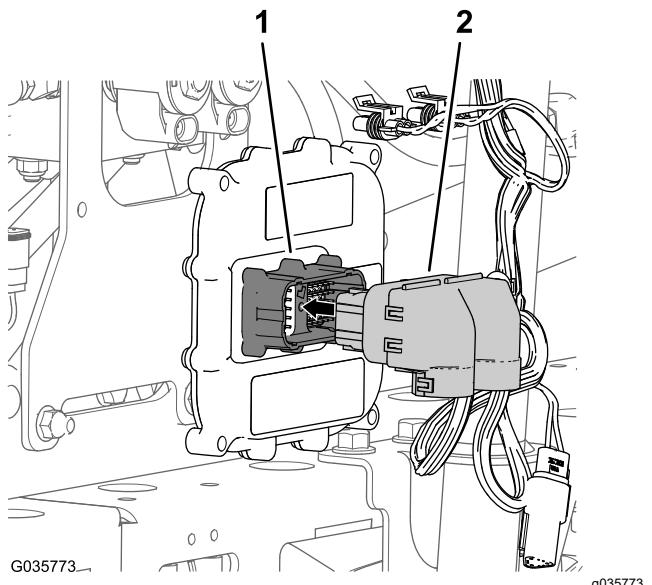

Bild 27
2. Schließen Sie den 50-Buchsen-Stecker des Sonic Boom-Kabelbaums am 50-Stift-Stecker des elektronischen Steuergeräts an und befestigen Sie die Anschlüsse mit der Innensechskantschraube (Bild 27).